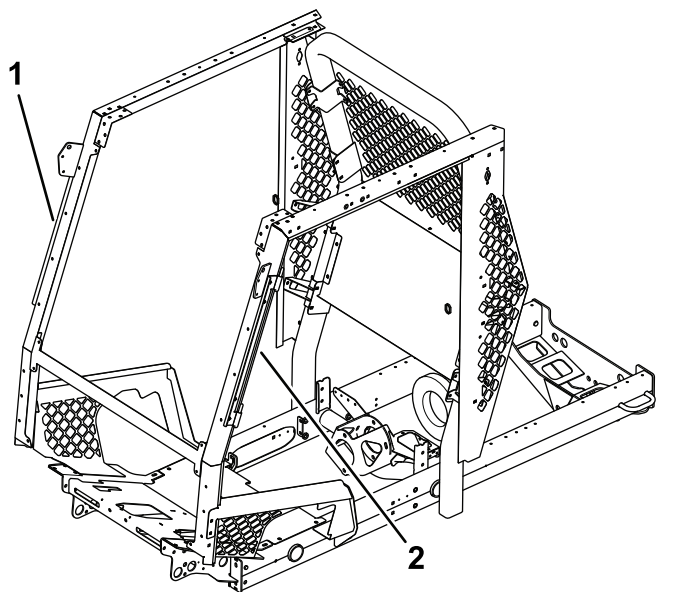
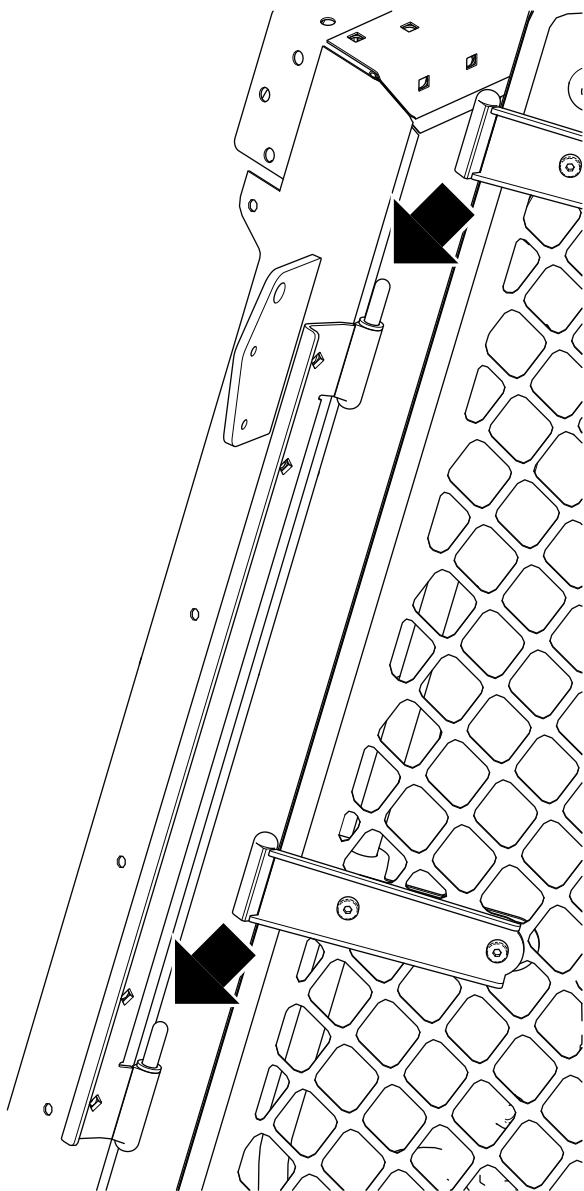

Figura 4
Figura 6
7. Utilize parafusos de cabeça de treçoço (5/16 pol. x 3/4 pol.) e porcas flangeadas (5/16 pol.) para instalar o conjunto de montagem da porta esquerda e o conjunto de montagem da porta direita (Figura 4 e Figura 6).
9. Instale cada porta deslizando as dobradiças para os pinos da dobradiça (Figura 6).